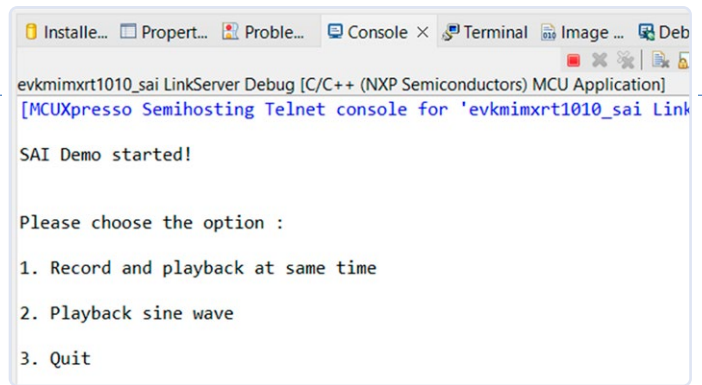

Bild 6. Das Menü.
- Das Menü in **Bild 6** sollte angezeigt werden. Wählen Sie Option 2, um die 250-Hz-Sinuswelle fünf Sekunden lang zu hören. Möglicherweise stellen Sie fest, dass die Lautstärke sehr gering ist.